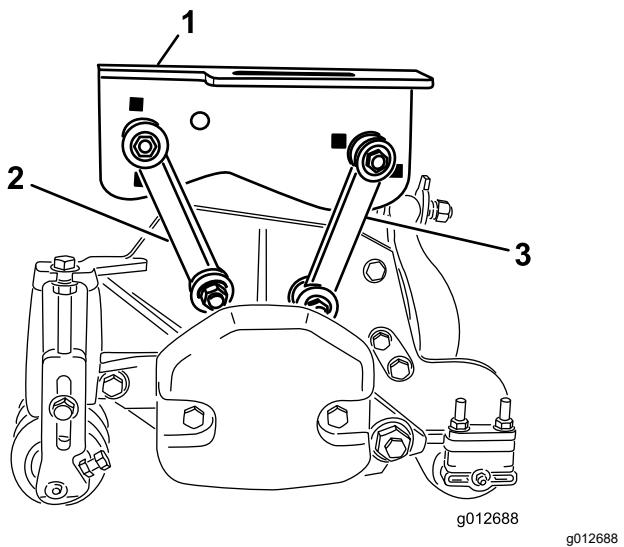

Figure 17
- Fixez les biellettes de montage avant dans les trous du bâti porteur central au moyen d'un boulon (3/8" x 2 1/4"), de 2 rondelles plates et d'un contre-écrou, comme montré à la Figure 17. Placez une rondelle de chaque côté de la biellette lors du montage. Serrez les fixations à 42 N·m.
- Fixez les biellettes de montage arrière dans les trous du bâti porteur central au moyen d'un boulon (3/8" x 2 1/4"), de 2 rondelles plates et d'un contre-écrou, comme montré à la Figure 17. Placez une rondelle de chaque côté de la biellette lors du montage. Serrez les fixations à 42 N·m.